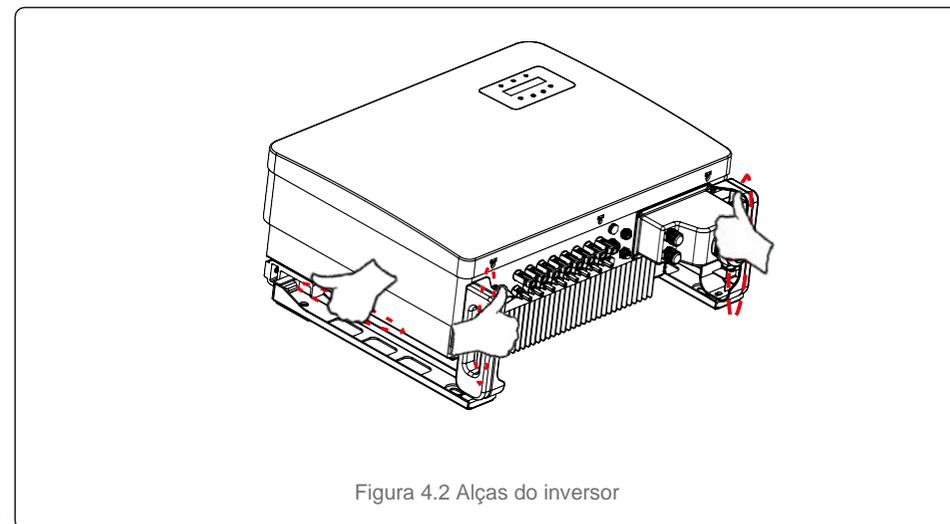

Figura 4.2 Alças do inversor
2. Abra a caixa, então, em duas pessoas, manuseie os dois lados do inversor usando a área denotada pela linha pontilhada (veja a figura 4.2).